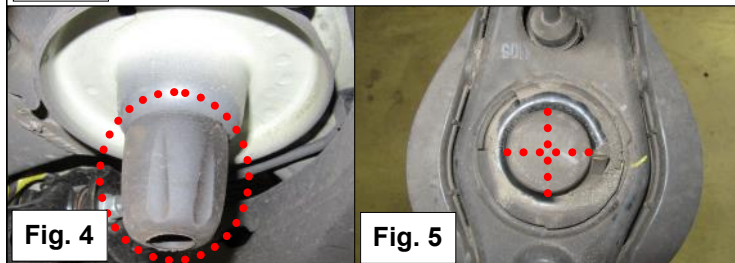

Fig. 4
7. Entfernen (falls vorhanden), die kegelförmige Gummi auf der oberen Seite. Dieser Gummi wird nicht mehr verwendet. *Siehe Abb. 4.*